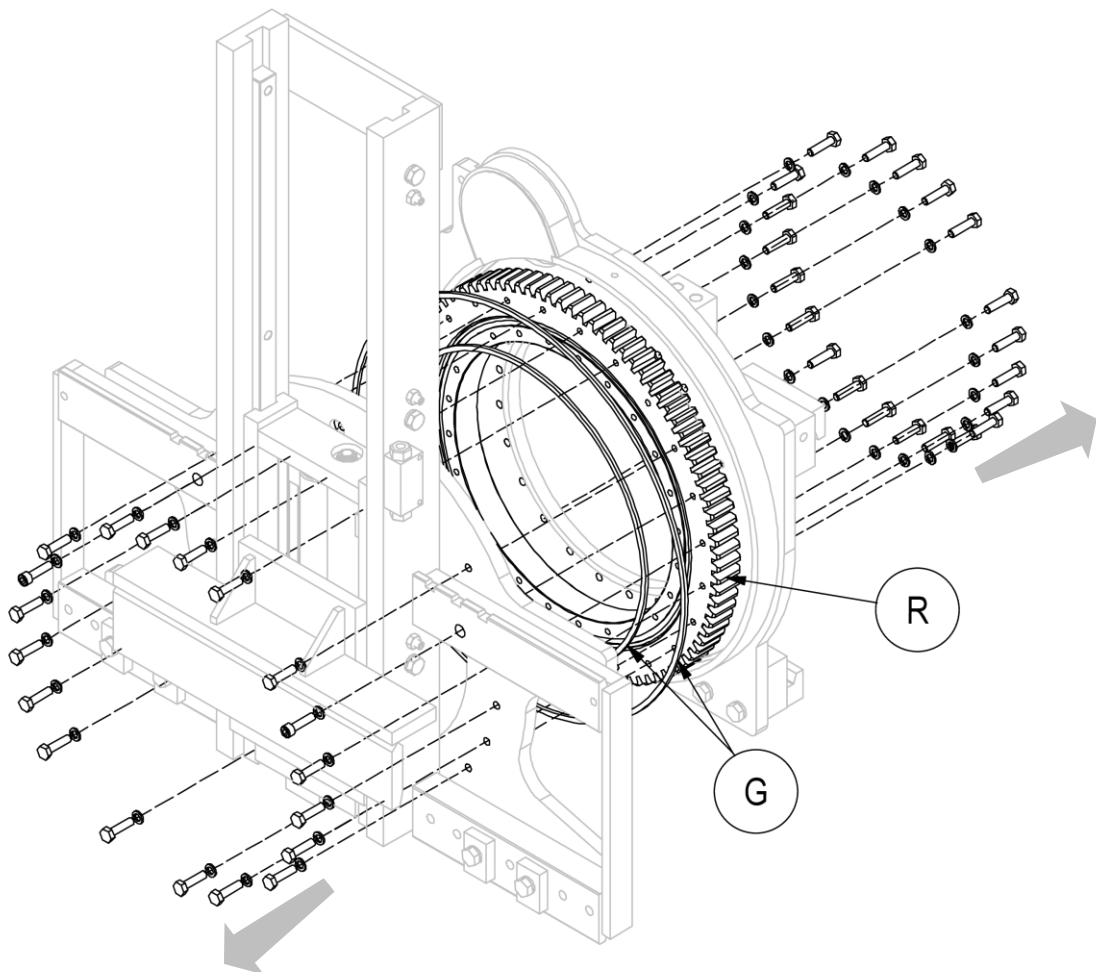

Figura 41
4. Rimuovere la parte anteriore del corpo rotante, assicurandosi di sorreggere in modo idoneo tutte le parti per poter effettuare l'operazione in sicurezza (vedi *Figura 41*).
5. Per poter rimuovere la ralla **R**, è necessario rimuovere anche le viti della parte posteriore dell'attrezzatura (vedi *Figura 41*).